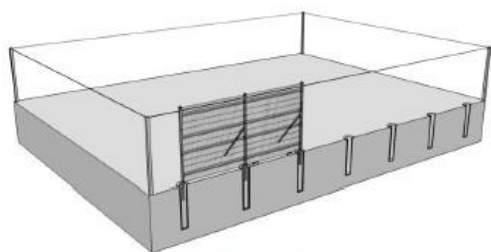

Рис. 5
5. Далее необходимо установить собранную конструкцию в ямы, выровнять по высоте и вертикальному положению и жестко закрепить при помощи подпорных столбов или натянутой веревки с колышками (рис. 5). В случае использования фланцевого соединения, конструкцию нужно отрегулировать при помощи анкерных болтов.